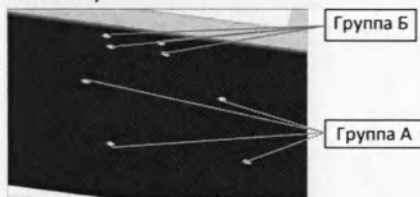

Рис. 2.2.1
4. Перед подсоединением рабочего стола (Рис. 2.1.3) открутите ключом четыре болта М6х20мм (Группа А на Рис. 2.2.1).
8. С помощью отвертки открутите четыре винта Группы Б (Рис. 2.2.1), выньте из коробки подбородник (Рис. 2.1.1), совместите отверстия Группы Б на подбороднике с отверстиями на рабочем столе, вставьте и затяните винты (Рис. 2.2.4).